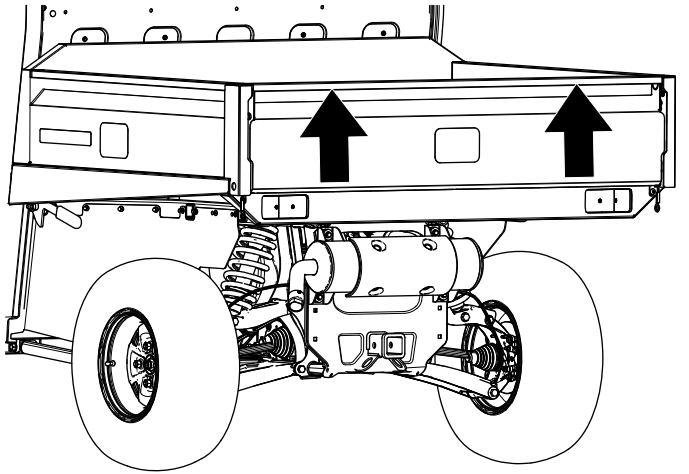

Figura 50
2. Utilizzando entrambe le mani, sollevate la sponda posteriore utilizzando il bordo vicino alla parte superiore della sponda posteriore (Figura 50).